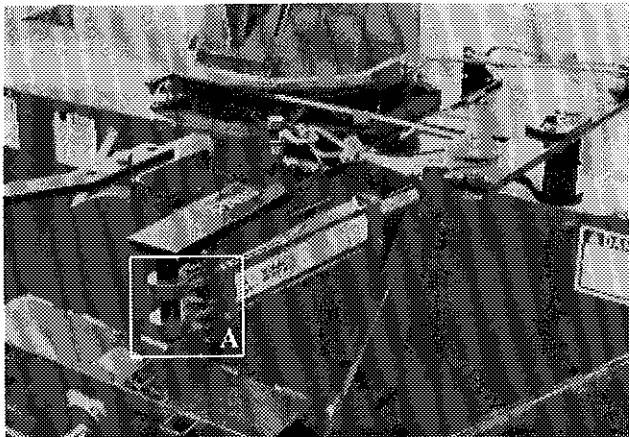

Figure 27
- 7) Lorsque vous installez le cylindre, placez les sorties d'huile vers le bas. Placez le bout du cylindre A en premier tel que montré (Fig. 27) et insérer une goupille pour qu'il reste en place. Attacher l'autre bout à la plaque du pivot.